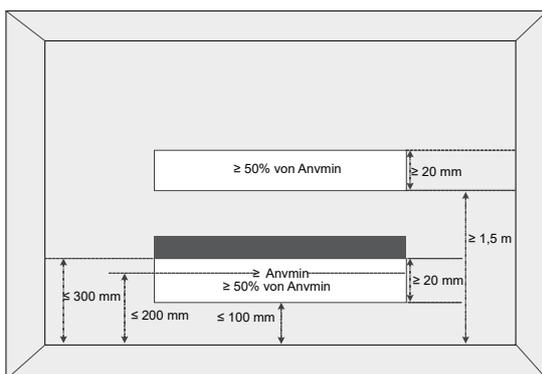

Abbildung 1-2
- Die Raumfläche (A) ist definiert als die Raumfläche, die von der Projektion auf die Basis der Wände, Trennwände und Türen des Raums, in dem das Gerät installiert ist, umschlossen wird.
- Die Fläche der benachbarten Räume auf derselben Etage, die durch dauerhafte Öffnungen in den Wänden und/oder Türen zwischen den bewohnten Räumen verbunden sind, einschließlich der Lücken zwischen Wand und Boden, kann bei der Feststellung der Einhaltung der Amin-Vorschriften als ein einziger Raum betrachtet werden, sofern alle folgenden Bedingungen erfüllt sind (siehe Abbildung 1-2).
- ① Die Öffnung darf nicht weniger als 0,0123 m2 (Anvmin) betragen.
- ② Die Fläche von Öffnungen, die mehr als 300 mm vom Boden entfernt sind, wird bei der Bestimmung der Einhaltung von Anvmin nicht berücksichtigt.
- ③ Mindestens 50 % der Öffnungsfläche von Anvmin muss sich unterhalb von 200 mm über dem Boden befinden.
- ④ Der Boden der Öffnung ist nicht mehr als 100 mm vom Boden entfernt.
- ⑤ Die Öffnung ist eine permanente Öffnung, die nicht geschlossen werden kann.
- ⑥ Die Höhe der Öffnung beträgt nicht weniger als 20 mm.
- ① Die Öffnung darf nicht weniger als 0,0062 m2 (50% von Anvmin) betragen.
- ② Die Öffnung ist eine permanente Öffnung, die nicht geschlossen werden kann.